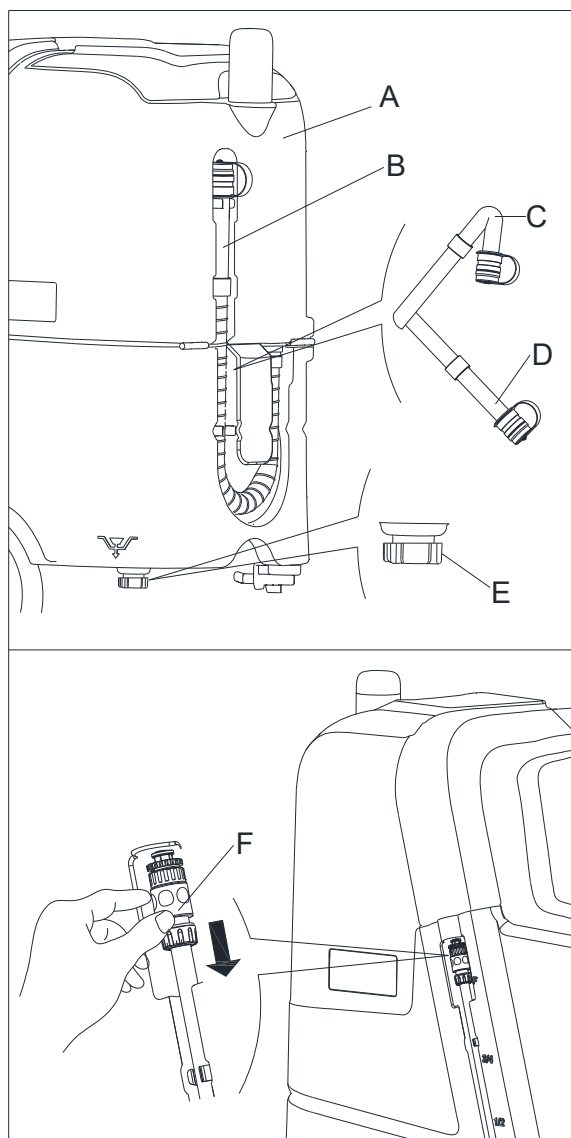

Figure 9
Lorsque l'écran LCD rouge (35, Figure 2) s'allume, cela indique que le réservoir de récupération (A, Figure 9) est plein, le moteur de l'aspirateur s'arrête de fonctionner et ne sèche pas le sol. Veuillez vider le réservoir de récupération de la manière suivante:
3. Videz le réservoir de récupération à l'aide du tuyau de vidange (B, Figure 9), puis nettoyez le réservoir de récupération.
Lors de la vidange de l'eau usée, le tuyau de vidange doit être plié (C, Figure 9) et mis à une position basse (D, Figure 9) avant d'ouvrir le couvercle du tuyau de vidange. Ne pas orienter la sortie du tuyau de vidange vers le haut pour drainer l'eau verticalement afin d'éviter le déversement de l'eau usée sur l'opérateur.
2. Vider le réservoir de solution par le bouchon de vidange (E, Figure 9). Et puis, rincer le réservoir avec de l'eau propre.
- L'eau peut également être vidangée en débranchant le raccordement au drainage (F, Figure 9).